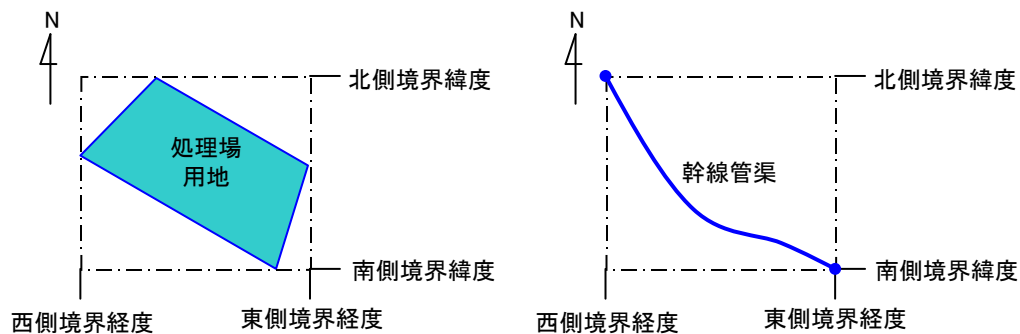

図 4-1 境界座標が示す範囲
(11) 水系・路線情報 JS
(12) 測地系、境界座標情報 JS
- 境界座標情報は、当該業務の対象範囲を囲む矩形の領域を示し、西側及び東側の経度と北側及び南側の緯度を各々度（3桁）分（2桁）秒（2桁）で表される7桁の数値を記入する（図4-1参照）。該当が無い場合は「99999999」（8桁）。